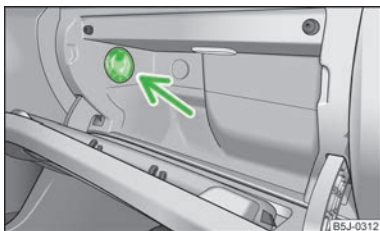

Fig. 66
- Sistemul de răcire se pornește/oprește de la comutator » fig. 66.